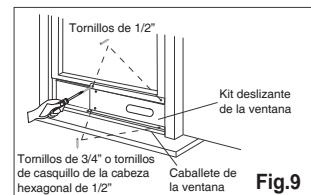

Fig.9
4. Cerrar el marco de la ventana con seguridad contra el kit deslizante de la ventana (Fig.9).
5. Apretar los dos tornillos 1/2" para asegurar el kit deslizante de la ventana al marco de la ventana marco (Fig.9).
6. Asegurar el kit deslizante de la ventana al caballete de la ventana (Fig.9):